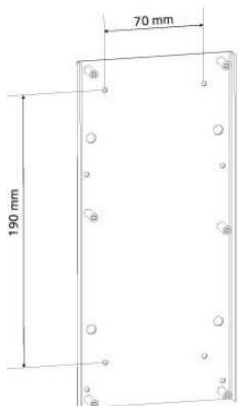
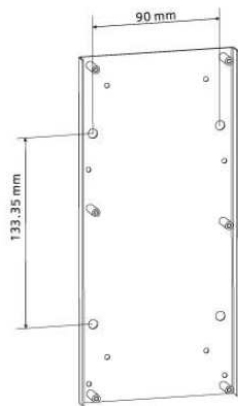

Fig.4.8.1 Tamanho de instalação para montagem em parede
Fig.4.8.2 Tamanho de instalação para montagem em gabinete
- Use os quatro parafusos para fixar a placa de metal ao FTM1811 na central/gabinete elétrico ou na parede (consulte a Fig. 4.8.1./Fig.4.8.2)